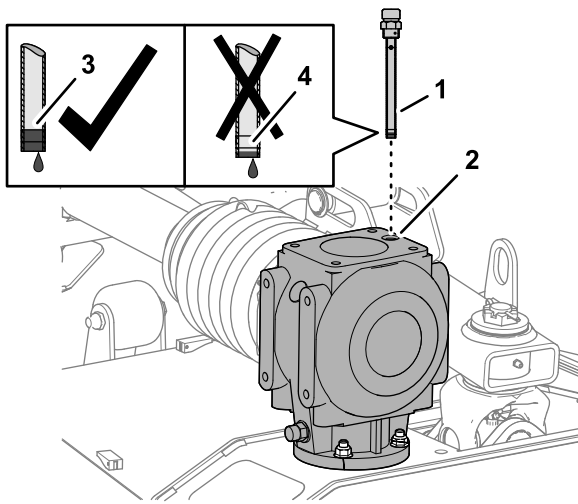

Figure 58
1. Retirez la jauge de l'orifice au sommet du boîtier d'engrenages central (Figure 57 ou Figure 58).
2. Vérifiez le niveau de liquide indiqué sur la jauge (Figure 57 ou Figure 58).
4. Revissez et serrez la jauge dans l'orifice de remplissage (Figure 57 ou Figure 58).